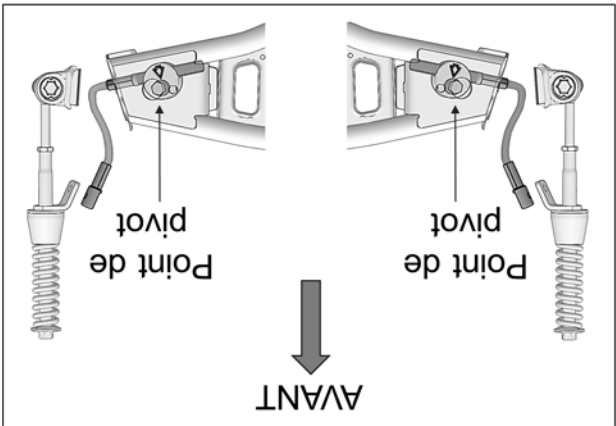

Fig. 20
13. À l'assemblage, assurez-vous que le point de pivot du disque en aluminium soit positionné en avant du câble du limiteur de conduite. Voir la Fig. 20